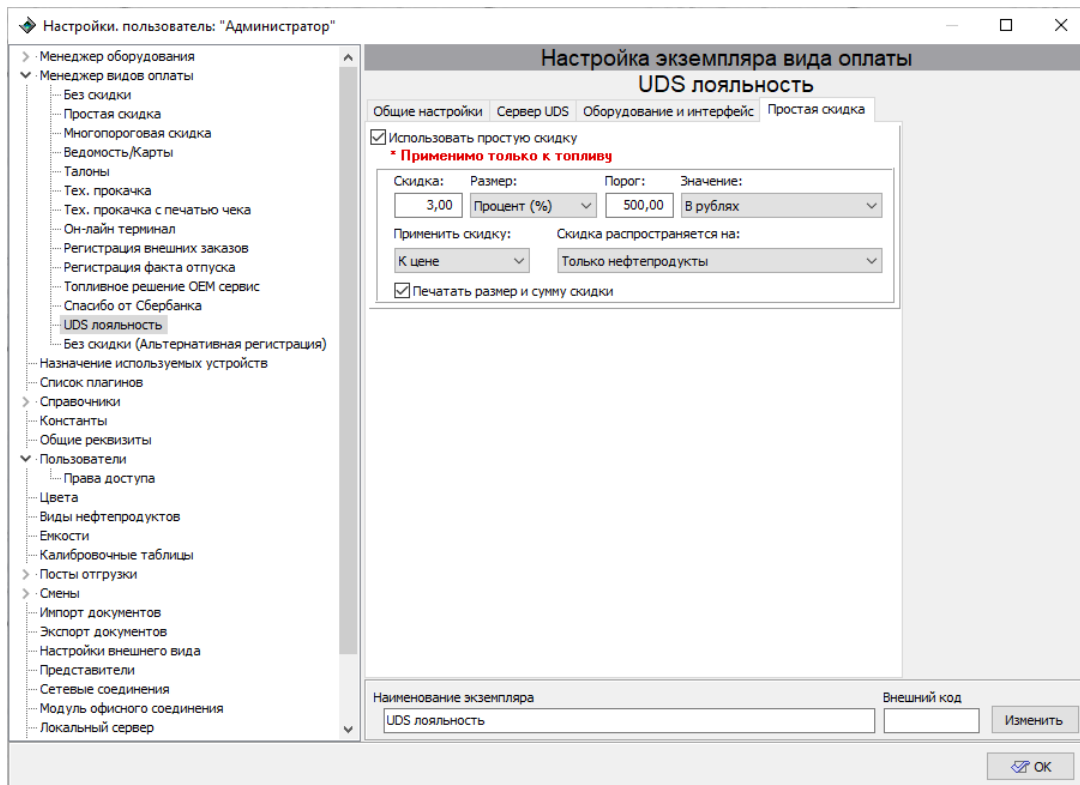

Рисунок 59. Настройка шаблона вида оплаты "UDS лояльность", вкладка "Простая скидка".
4. В разделе **"Простая скидка"** можно указать дополнительную скидку при использовании данного вида оплаты (рисунок 59);